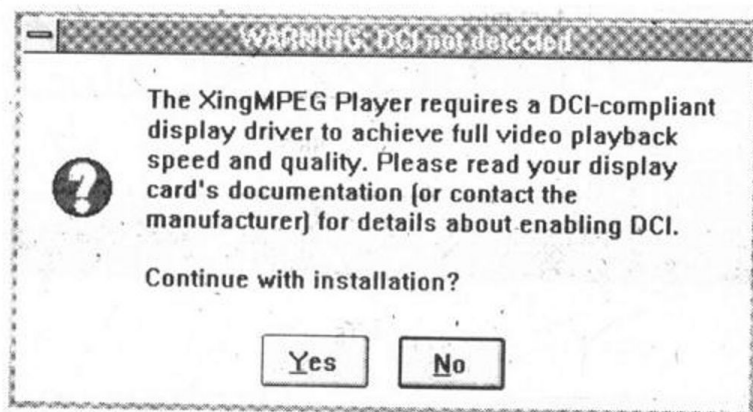

图 6-12
⑤如果 XingMPEG Player 安装程序若没检测出 DCI 兼容的显示驱动器，将出现如下警告框。(图 6-12) 该框提示 XingMPEG Player 需一个 DCI——兼容的显示驱动器去实现全视频回放速度和质量。请阅读你显示卡的文件 (或联络制造商) 关于使用 DCI 的细节。最后问你是否继续安装？如果你的显示卡不兼容 DCI，也只能选择 Yes 继续。